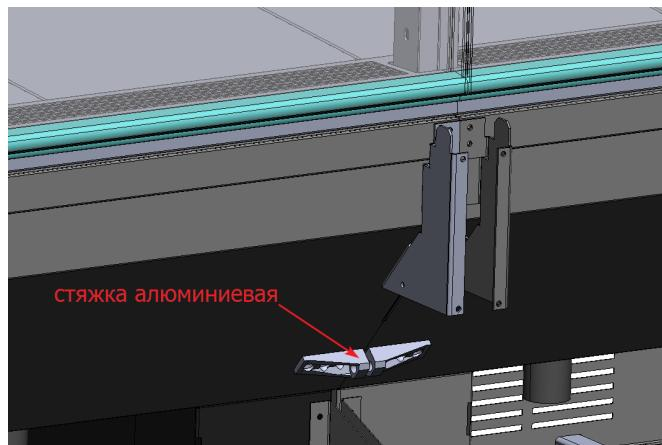

рис. 4
3. Панели плафона светильника установить при помощи винтов M6x10, рис. 4.
- через стяжки алюминиевые с помощью винта M8x40 и гайки M8 (рис.4 и 5)